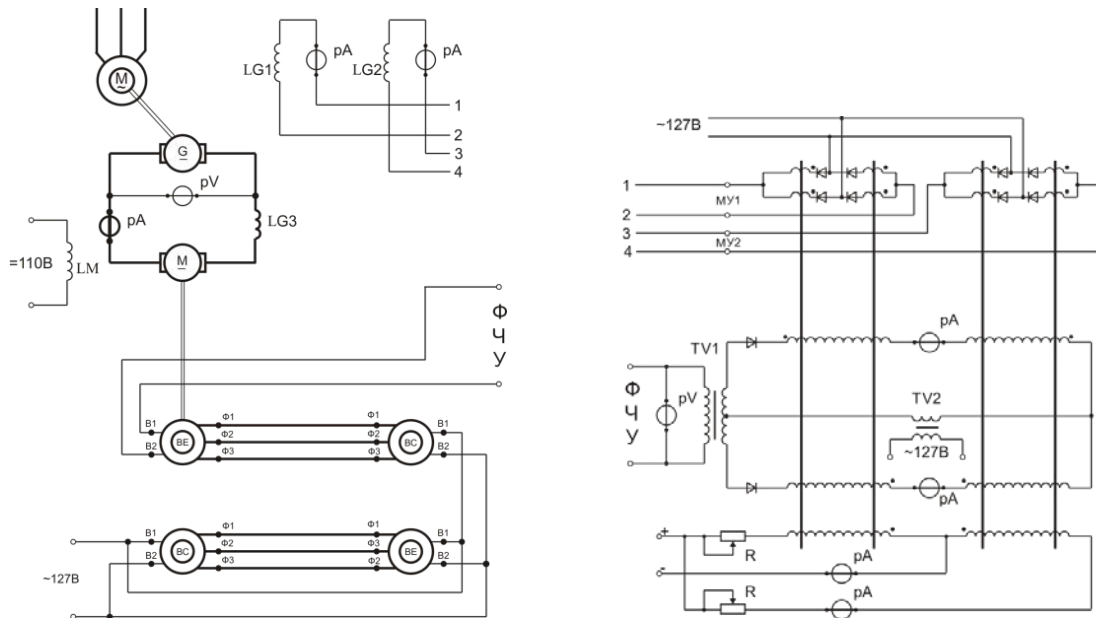

Рис. 4
4. Определить состав схемы (рис. 4), найти элементы схемы на щите. Собрать схему, проверить работу сельсинов и двигателя, настроить схему. Продемонстрировать работу.